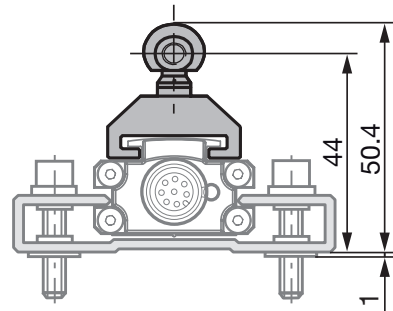
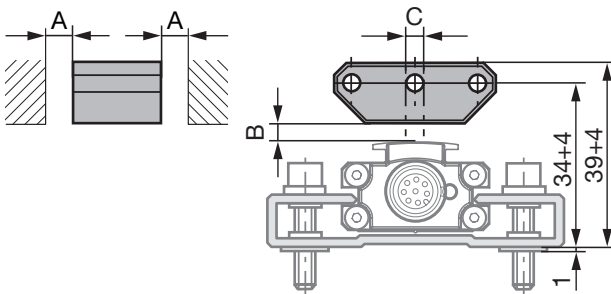

Fig. 4-1 : Dimensions et distances pour le capteur de position BTL5-F-2814-1S
Fig. 4-3 : Dimensions et distances pour le capteur de position BTL5-P-3800-2
**i** Le capteur de déplacement Micropulse à construction profilée convient aussi bien aux capteurs de position libres, c'est-à-dire fonctionnant sans contact (voir figures 4-3 à 4-7) qu'aux capteurs de position guidés (voir figures 4-1 et 4-2).
- La distance A entre le capteur de position et les éléments en matériau magnétisable doit être au minimum de 10 mm (voir figures 4-3 à 4-7).
- Pour la distance B entre les capteurs de position et de déplacement et pour le déport de l'axe C (voir figures 4-3 à 4-7), les valeurs suivantes doivent être respectées :
Tab. 4-1 : Distance et déport pour capteur de position (voir figures 4-3 à 4-7)